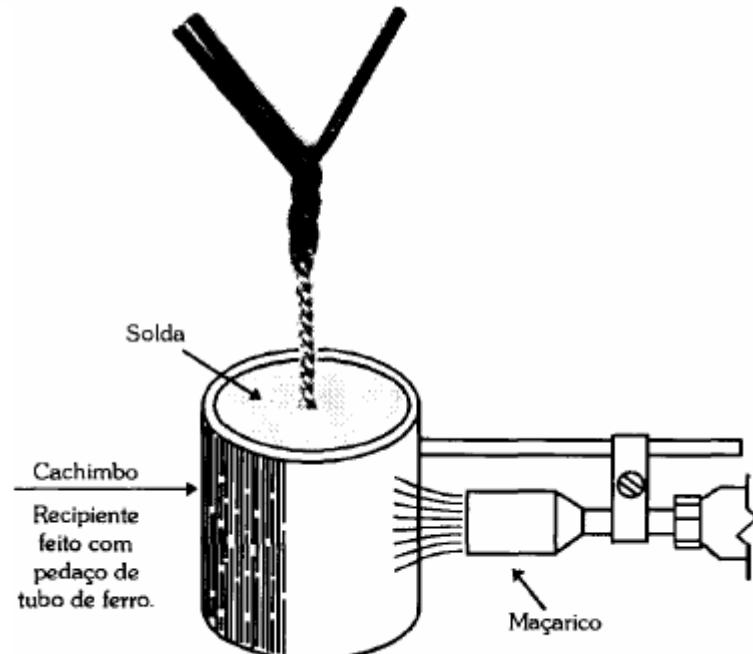

Figura 10.69
- Apoie a barra ou fio de solda na parte superior da emenda até que a solda derretida preencha todos os espaços entre as espiras e cubra totalmente a emenda, conforme a **figura 10.69**.
Notas: 1. Faça a soldagem logo após ter efetuado a emenda. 2. Nas emendas em caixas de passagem ou de derivação, o processo de soldagem é feito por um dispositivo, normalmente feito na própria obra, denominado "cachimbo" (**figura 10.69**).